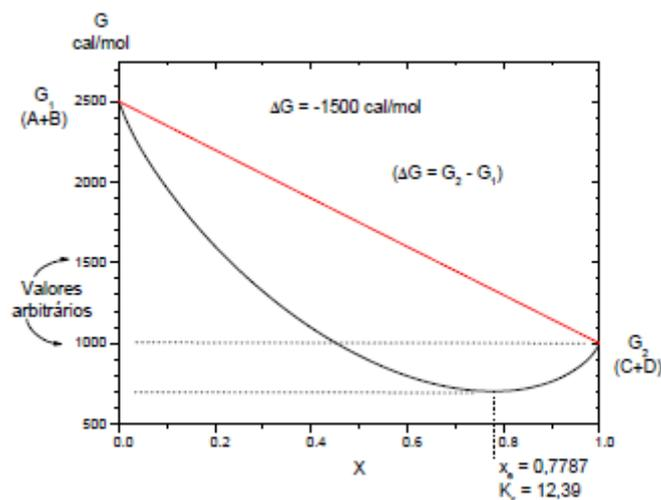

Figura 1. Curva de energia livre para $\Delta G = -1,5$ kcal/mol, a 25 °C
Até este ponto, deixamos de considerar a energia dos outros estados possíveis para o sistema, aqueles em que as quatro substâncias (A, B, C e D) estão presentes. Na verdade, estes estados têm entropia maior do que os extremos (A + B ou C + D) e, por isso, vários destes estados podem ter energia livre menor até mesmo do que G₂. Um gráfico de G em função da composição da mistura (a fração molar de um dos componentes, por exemplo) tem uma forma curva conforme o exemplo da Figura 1.
3) Se $\Delta G > 0$, $K < 1$, e o ponto de equilíbrio estará mais perto dos *reagentes* (A + B). Isto corresponde a ter um gráfico que seria a imagem no espelho do gráfico da figura 1.
A curvatura no gráfico de G em função da composição (veja figura 1) é, como já dissemos, devida à entropia de mistura de A + B com C + D; essa entropia *não depende* da diferença entre G_2 e G_1 , ΔG . Como conseqüência, quanto *maior* for ΔG (em valor absoluto), *menor* será a curvatura do gráfico, e *mais próximo do extremo* estará o ponto de equilíbrio. Compare as figuras 1 a 4 para compreender melhor este aspecto.